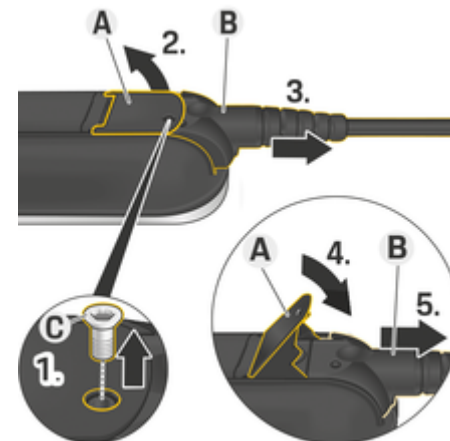

Fig. 8: Débranchement des câbles
1. Retirez la vis **C** (Fig. 8) à l'aide d'un outil adéquat.
2. Levez le levier **A** (Fig. 8).
3. Tirez la fiche **B** (Fig. 8) jusqu'au premier point de résistance.